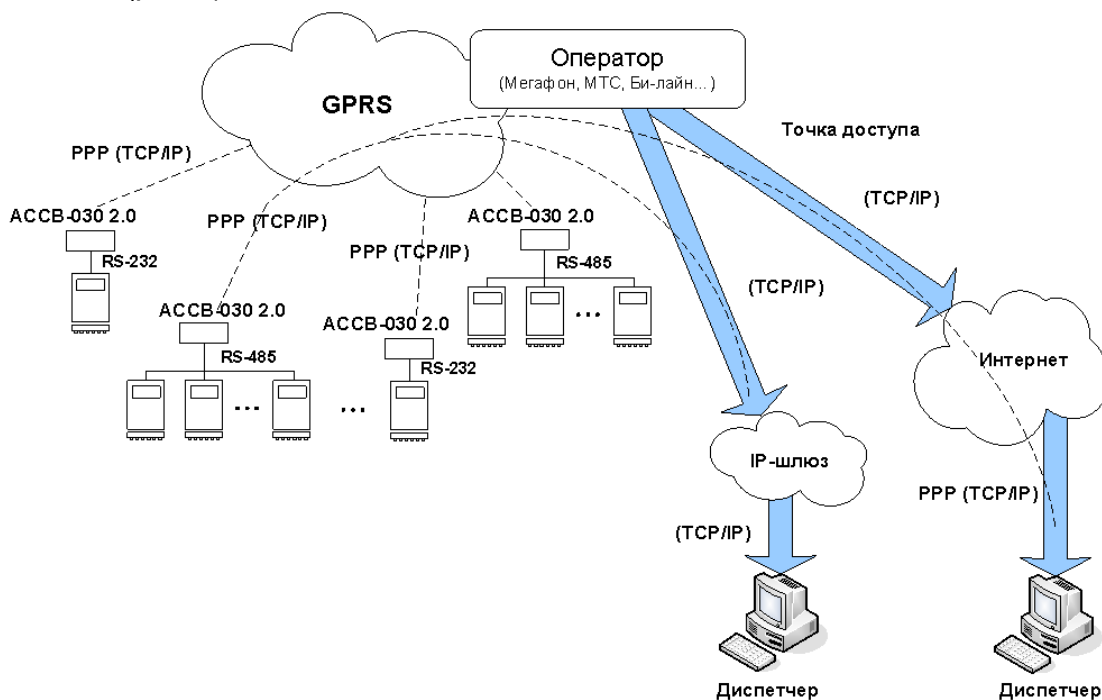

Рис.2. Схема организации обмена на основе GPRS.
1.4.1.4. Основное назначение услуги GPRS (*General Packet Radio Service*) – это обеспечение выхода мобильных устройств в Интернет (рис.2).